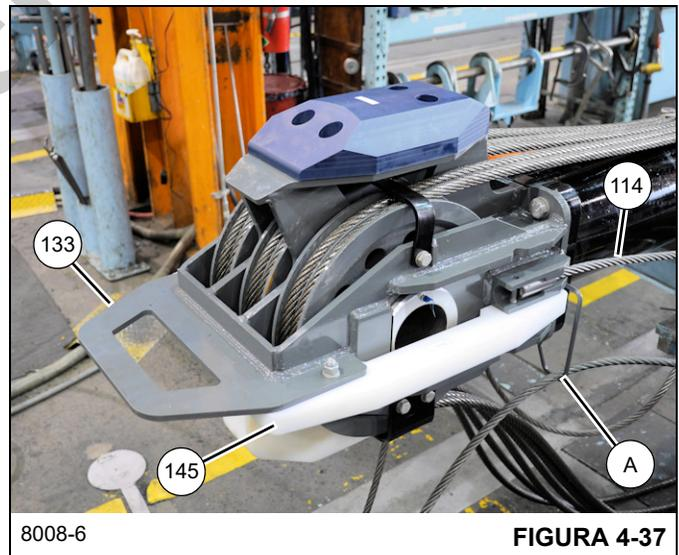

FIGURA 4-37
- 91. Retire el cilindro telescópico (6) de la sección telescópica 4 (5). Coloque el cilindro telescópico (6) en soportes adecuados.
- 92. Retire los dos pernos (146), las cuatro arandelas planas (10), las dos arandelas de seguridad (11) y las dos tuercas (12) que fijan la almohadilla de desgaste (145) al costado del miembro soldado del montaje de polea del cilindro telescópico (133) (lados izquierdo y derecho) (vea la Figura 4-37).
- 93. Retire el cable de retracción de la sección telescópica 4 (114) del costado del miembro soldado del montaje de polea del cilindro telescópico (133), luego tire el cable hacia atrás por el retenedor de cable (A) en el miembro soldado del montaje de polea del cilindro telescópico (133) (lados izquierdo y derecho) (vea la Figura 4-37).